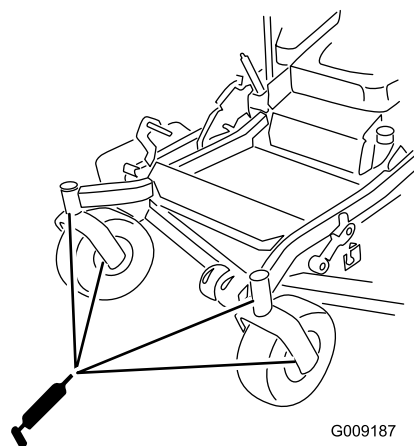

Figura 43
8. Retire el adaptador de engrase del punto de engrase. Instale el tapón hexagonal y la tapa (Figura 43).